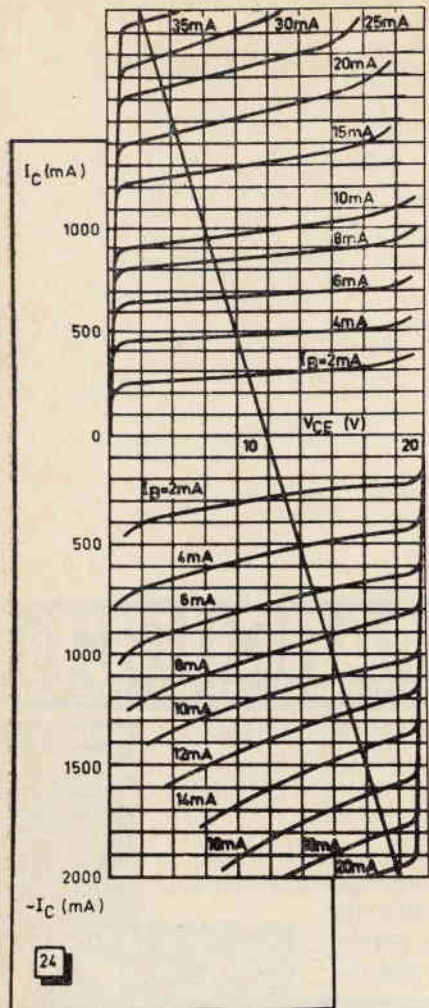
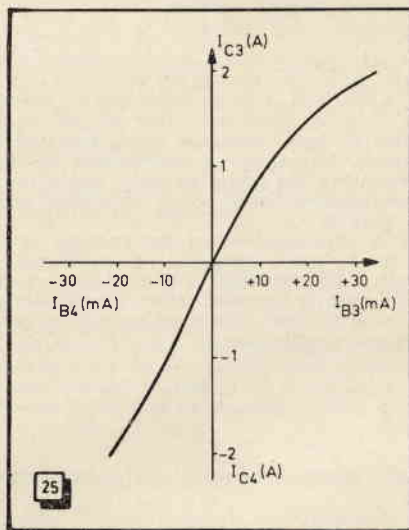
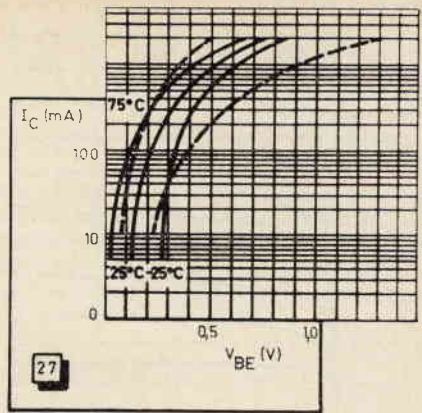

figura 24
figura 25
figura 27
La distorsione di un amplificatore senza trasformatori è dovuta, per la maggior parte, alla non linearità dello stadio d'uscita. Nonostante il collegamento diretto, la distorsione prodotta dagli altri stadi di amplificazione, non è trascurabile; vedremo poi che può aversi, in una certa misura, qualche caso in cui le diverse non linearità si compensano. Per prima cosa determineremo la caratteristica dinamica dello stadio d'uscita. Per far ciò porremo una sotto l'altra le curve caratteristiche dei transistor finali (figura 24). Le curve relative al transistor pnp (AD162) sono in basso nella figura, perché le tensioni e le correnti che lo riguardano sono negative. La retta di carico comune alle due reti di caratteristiche, passerà per il punto  $V_A/2 = 10\text{ V}$ , e la sua inclinazione ( $\Delta I_C = 2\text{ A}$  per  $\Delta V_{CE} = 8\text{ V}$ ) corrisponde a  $R_L = 4\ \Omega$ .
Caratteristica dinamica rilevata con l'aiuto delle reti di curve di figura 24.
La caratteristica dinamica corrispondente (figura 25) è stata tracciata determinando i valori di  $I_{C3}$  e  $I_{C4}$  corrispondenti a tutte le intersezioni tra la retta di carico e le curve  $I_B$  delle due reti. La figura 25 mostra una non linearità molto netta, essenzialmente dovuta al fatto che il guadagno in corrente del transistor npn è, specie per forti variazioni di  $I_C$ , inferiore a quello del pnp. Si potrebbero, naturalmente, accoppiare meglio i due transistor con una scelta accurata, ma per fare una stima preliminare della distorsione ci si attiene evidentemente all'utilizzazione delle caratteristiche medie date dal costruttore. Eventualmente il metodo delle reti di caratteristiche poste a confronto col sistema ora visto (figura 24) consentirà di vedere entro quali limiti si possano utilizzare transistor di origine diversa, perfino per l'uso di un pnp al germanio con un npn al silicio.
Per determinare la tensione di base di  $Q_2$ , non bisogna tener conto del valore assoluto di  $V_{BE}$ , perché, nello schema completo (figura 17) la tensione di riposo è compensata tramite D e  $R_7$ . Va dunque presa in considerazione solo la variazione che  $V_{BE}$  subisce quando la corrente di collettore passa dal suo valore di riposo al valore considerato di 1 A. Se si ammette una corrente di riposo pari a 20 mA, la curva media (25°C) della figura 27 mostra che la tensione base-emittore corrispondente è di 150 mV. Poiché, per  $I_C = 1$  A, questa curva dà  $V_{BE} = 0,5$ , si ha che  $V_{BE} = 0,35$  V. Abbiamo ora a disposizione tutti gli elementi necessari per determinare la caduta di tensione su  $R_8$  (24—14,85=9,15), e possiamo calcolare la corrente che la attraversa (114 mA). Dato che, dalla curva di figura 25,  $I_C = 1$  A corrisponde a  $I_B = 11$  mA, restano 114-11=103 mA per la corrente di collettore di  $Q_2$ . Quanto al suo valore di riposo,  $I_{C2in}$  (uguale a 125 mA nel caso dell'esempio), questa corrente avrà dunque subito una variazione di 125—103=22 mA. Per il calcolo, si può ottenere il nuovo valore di questa corrente scrivendo:
Anche qui l'errore è trascurabile, per lo meno finché sia  $R_8 \gg R_L$ . Per tener conto dell'influenza delle condizioni di ingresso del segnale sui transistor d'uscita, è conveniente tracciare una nuova curva delle caratteristiche dinamiche (figura 30, curva  $I_C$ ), ottenuta partendo da quella di figura 25, e applicando l'espressione (20) a ciascun valore  $I_{R3}$ , oppure l'espressione (21) a ciascun valore di  $I_{B4}$ . Il confronto delle due curve mostra, per quella di figura 30, una linearità migliore al centro. Ciò è dovuto al fatto che non ci si trova più, come in figura 25, in condizione di avere una resistenza d'ingresso infinita (comando in corrente), ma si lavora con una resistenza d'ingresso che corrisponde pressapoco alla condizione di « adattamento alla minima distorsione ».